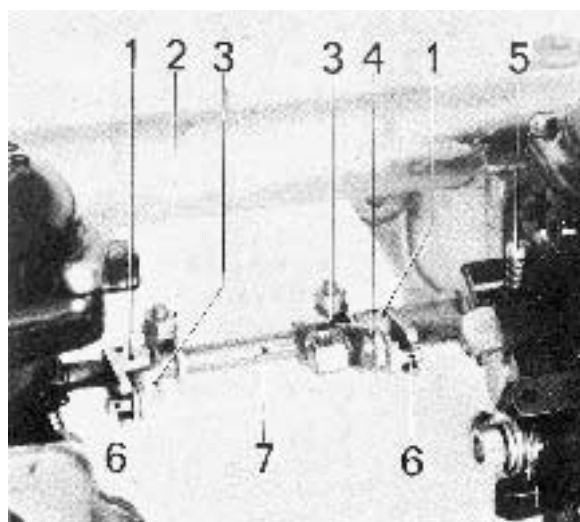

Bild F8 Förgasare 175 CDSE
1. Skruva tillbaka samtliga snabbtomgångsskruvar så att spel uppstår mellan skruvarna och kamarna på kallstarthävvarmarna. Justera därefter tomgångsskruvarna (5 bild F8) så att de precis berör spjällhävvarmens klack dock utan att förändra läget på denna.
AQ130. Ställ hävvarmarna (3 bild F8) i ett sådant läge att tapparnas (6) underkanter samtidigt påverkar spjällhävvarmarna (1) för båda förgasarna samt lås dem i detta läge.
AQ 165. Ställ hävvarmarna (3 bild F8) mellan mitre och bakre förgasaren så att tapparnas (6) underkanter samtidigt påverkar båda förgasarna samt lås dem. Koppla därefter in kallstarthävvarmen på mitre förgasaren. Lås hävvarmarna (3) mellan mitre och främre förgasaren så att ett totalt spel på 0,5 mm erhålles mellan underkanten på hävvarmarnas tappar (6) och uttaget i spjällhävvarmarna. Kontrollera därefter, vid inkoppling av mitre förgasarens kallstarthävvarm, att främre förgasaren ej påverkas.
5. Kontrollera att mellanaxeln (7) har ett axiellt spel av ca 1 mm.
6. Anslut reglagekabelns tärning till förgasarhävvarmen (4) så att tapparna (6) på mellanaxelns (bakre mellanaxeln, AQ165) hävvarmar (3) kommer att ligga mitt i gapet på spjällaxelns hävvarmar (1). OBS! Detta glapp måste finnas för att kallstarthävvarmarna skall kunna inkopplas.